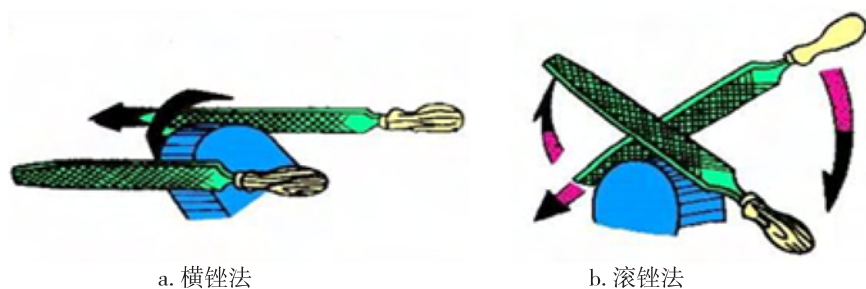

图2.42 横锉法和滚锉法
(3) 锉削时要在两个方向用力，一个是推力，一个是压力，其中推力由右手控制，压力由两手控制。而且在锉削中，要保证锉刀前后两端所受的力矩相等，即随着锉刀的推进，左手所加的压力由大变小，右手所加的压力由小变大，否则锉刀不稳易摆动。锉刀只在推进时加力进行切削，返回时不加力、不切削，将锉刀就势带回即可，否则易造成锉刀磨损太快；锉削时应利用锉刀的有效长度进行切削，不能只用局部某一段，否则会造成局部磨损过重，减少锉刀的使用寿命。
(4) 锉削速度一般控制在 $30\sim 40$ 次 /min，速度过快易减少锉刀的使用寿命。
(5) 锉削外圆弧时，锉刀要同时完成两个运动：锉刀的前推运动和绕圆弧面中心的转动。前推是完成锉削，转动是保证锉出圆弧形状。常用的外圆弧面锉削方法有两种：横锉法和滚锉法。横锉法用于圆弧粗加工，滚锉法用于精加工或余量较小时的加工，如图2.42 所示。